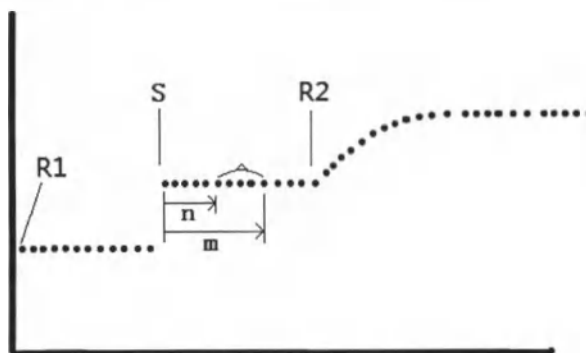

Рисунок 122 – После добавления пробы
2) Настройка второй контрольной пробы, проба (S) устанавливается в качестве узла, необходимо выбрать в списке ADVANCE MODE пункт ADD AFTER SAMPLE (после добавления пробы) как пустой интервал, как показано на рис. 122, S - добавление контрольной точки, поглощающая способность контрольной пробы соответствует среднему поглощению от точки n до точки m .